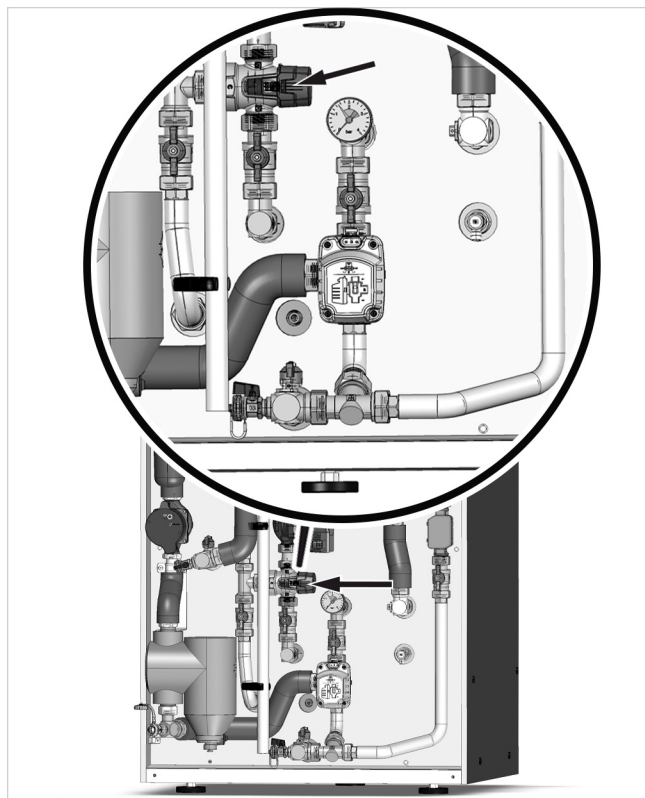

Abb. 33: Thermisches Mischventil in SolvisLeo 180
- WWS-23: „65 °C“ (siehe → Abb. 33)